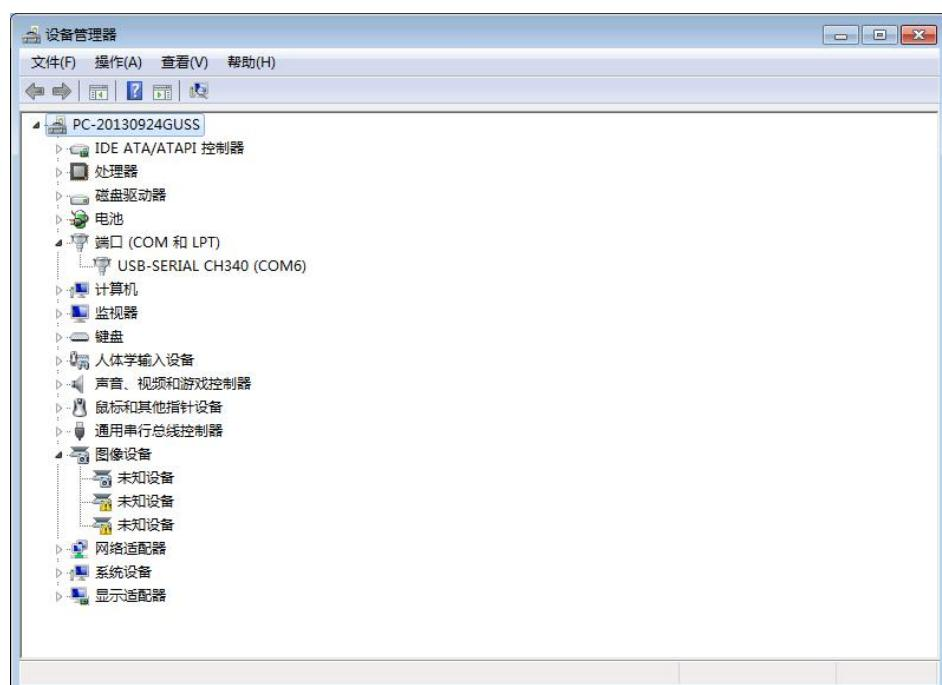

图6-3 USB驱动安装步骤3
**步骤3：**驱动安装好后，在计算机的设备管理器上可以找到“USB-SERIAL CH340”，如“图6-3”。